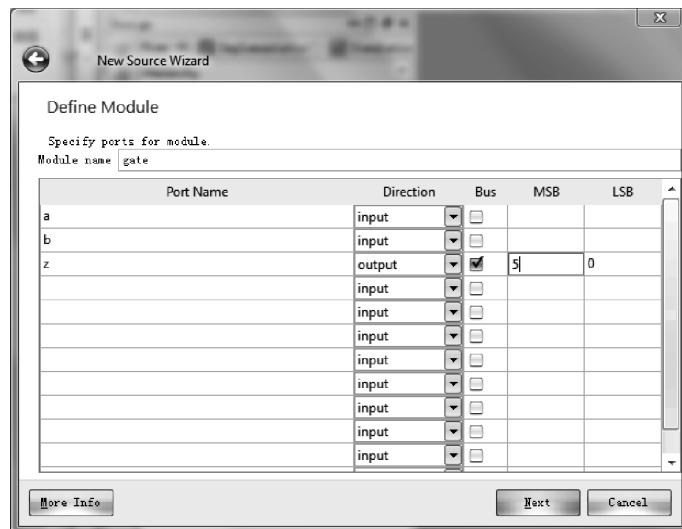

图 3.13 New Source Wizard-Define Module-Verilog 对话框界面
- ① 源文件类型: 选择 Verilog Module。如果是使用 VHDL 语言完成设计,则在此选择 VHDL Module。
- ② File(文件名): gate。
(3) 单击 Next 按钮。
(4) 出现 New Source Wizard-Define Module(新源文件向导-定义模块)界面。
① 对于使用 Verilog HDL 语言的设计者(如图 3.13 所示),按表 3.1 进行参数设置。